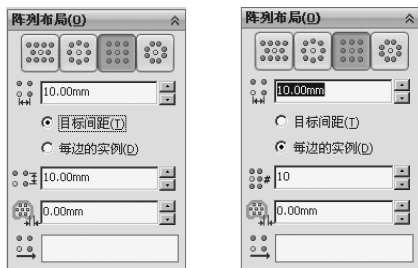

图 3-49 单击【方形】按钮
- ③ （方形）：生成方形阵列，其参数如图 3-49 所示。